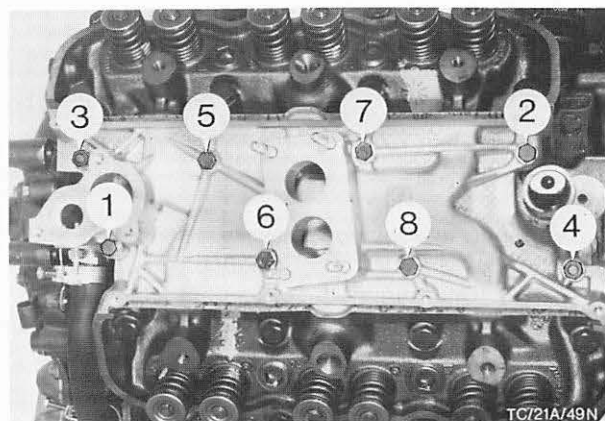

Abb. 175 Anzugsreihenfolge – Ansaugkopf
64. Ansaugkopf aufsetzen, Schrauben einführen und mit vorgeschriebenem Drehmoment (siehe Techn. Daten) in vier Stufen nach Schema, Abb. 175, festdrehen.